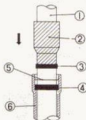
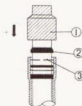
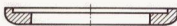

Bild 185
Bild 186
Bild 188
Zwischenbemerkung: Bei dem in Bild 187 gezeigten Gabelholm entstanden dadurch Schwierigkeiten beim Auspressen der Wellendichtung, dass diese sich verkannte hatte. Da spritzte dann eine Menge Öl vorbei, aber der Dichterring rührte sich nicht vom Platz. Abhilfe schaffte der Dichthammer nach Bild 56.13: Wie in Bild 185 angesetzt brachte er die Wellendichtung zunächst in die richtige Position. Eine erneute Druckerzeugung führte dann zum Erfolg.
- Sprengring (18), Verschlussstopfen (19) und Feder (9) ausbauen, im Rohr befindliches Öl entfernen. Verschlussstopfen (19) «kommt» nicht, wenn er sich verkannt. Dann auf die erhöht stehende Seite drücken oder schlagen, um die Verkanntung aufzuheben.
- Unter Wellendichtung (5) liegt Distanzring (6), der sich leicht ausbauen lässt, weil er mit grosser Spielpassung eingelegt ist. (Gabel nach unten halten, dann fällt er heraus). Die Einbaulage dieses Rings ist zu beachten: Rundung unten (siehe dazu Bild 188).
- Mit gleichem Werkzeug Distanzring (6) und Wellendichtung (5) einbauen. Einbaulage des Distanzrings ist in Bild 188 gezeigt. Wellendichtung so einbauen, dass Beschriftung nach oben weist. Spezialwerkzeug nach Bild 56.13 sorgt dafür, dass Wellendichtring nicht verkantet. Schief sitzende Wellendichtung dichtet nicht ab, auch nicht, wenn sie ganz neu ist! Den Montagevorgang zeigt Bild 185.
- Sprengring (4) in die vorgesehene Nut einsetzen.
- Staubdichtung (3) montieren (mit umgekehrt angesetztem Gleithammer eintreiben, siehe Bild 186).
- Feder (9), Federteiler (21), kurze Feder (8) und Verschlussstopfen (19) mit O-Ring montieren und mit Sprengring (18) sichern.
- Faltenbalg (46) aufziehen.